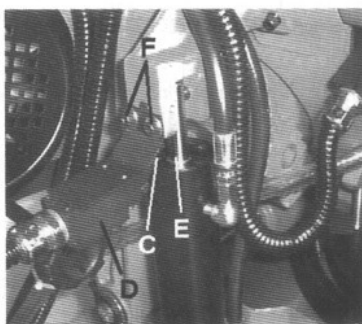

Рис. 3
6. Автоматический концевой запорный клапан установлен для остановки двигателя после завершения резки. Концевой выключатель (D) контролируется рычагом (C) Рис.3, который контактирует с верхней частью гидравлического цилиндра (E), отключая двигатель и насос охлаждающей жидкости.
7. Если двигатель остановится до того, как будет завершена операция резки, или же продолжит свою работу после завершения операции, то концевой выключатель (D) Рис.3. можно отрегулировать в положение выше или ниже поворотом двух винтов (F).